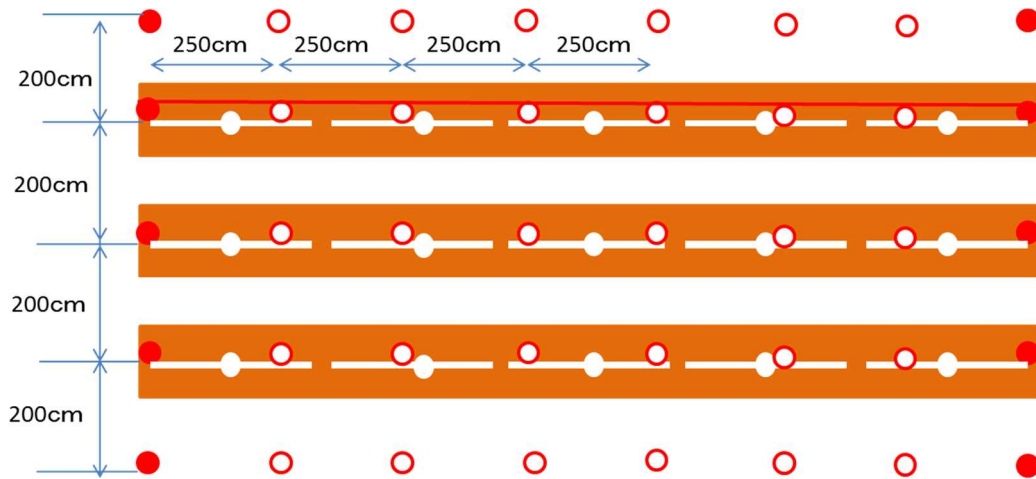

図18 アーチパイプの埋め込み位置
- ② 直管パイプをA位置で切断する。
- ③ パイプベンダーを使ってD位置で60°に曲げる。
①アーチパイプの埋め込み位置を決め、穴を掘る
- ・ アーチパイプの埋め込み位置が畝の中心部となるが、既存園ではイチジク樹があるため、主枝の左右どちらか横にずらして埋め込むことになる。(図18)